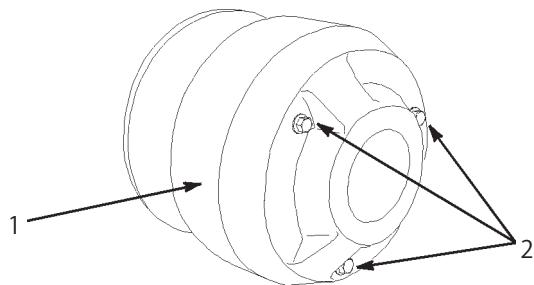

図55
4. クラッチ・カバーのボルト(3本)を外してカバーを取る(図55)。